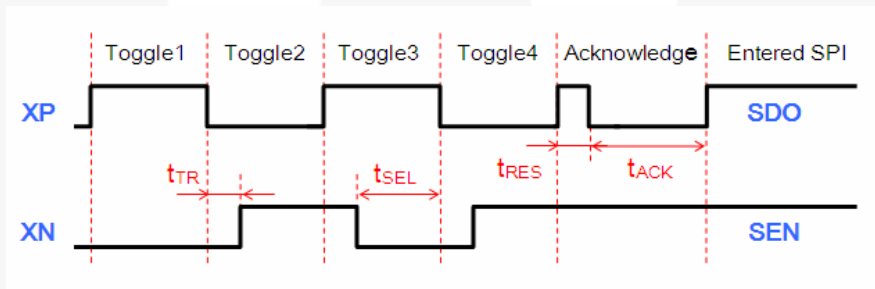

图 21. 进入 SPI 模式的 I/O 选择定时
使用单独模式。微控制器应当使用引脚 7 (XP) 和引脚 8 (XN) 来完成图 21 中所示的信号切换步骤。这样，FCM8201 就能激活 SPI 工作模式。随后，引脚 5~8 切换为 SPI 功能。